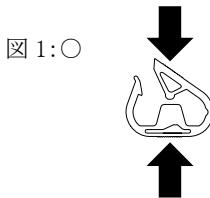
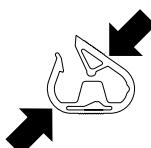

図1:○
図2:×
- ** 5) 本製品に組み込まれているクランプを閉じる場合は、チューブが確実に閉塞したことを確認し、常時観察できる状態で使用すること。また、クランプを閉じる場合、図1に示すようにクランプ先端部を上から下へ垂直に押すこと。図2に示すように、斜めに押した場合やクランプ先端部以外の箇所を押した場合、クランプが変形し完全に閉塞しないおそれがある。[完全に閉塞していない場合、血液・補液等の漏れ、エア吸い込みのおそれがある。]